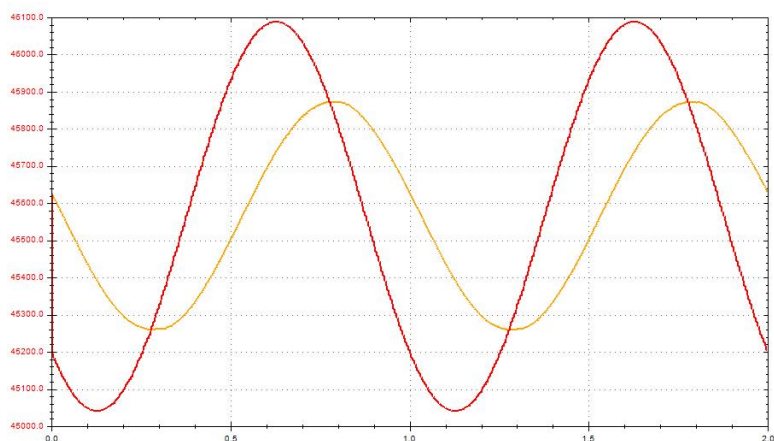

图 15-10 位置环正弦波激励波形
5. 位置环激励类型可选择正弦波激励，正弦波激励最终波形应该接近图 15-10 的波形。